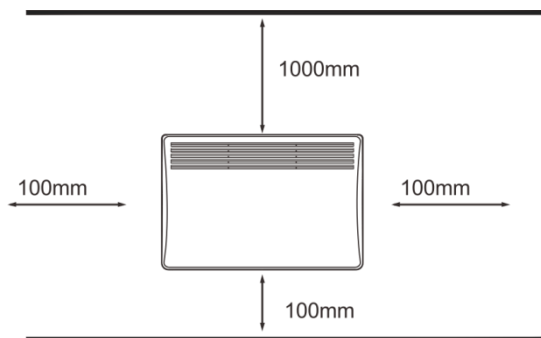

Рисунок 3
3. Определите место установки конвектора с соблюдением минимальных расстояний от предметов и пола в соответствии с рис. 3.